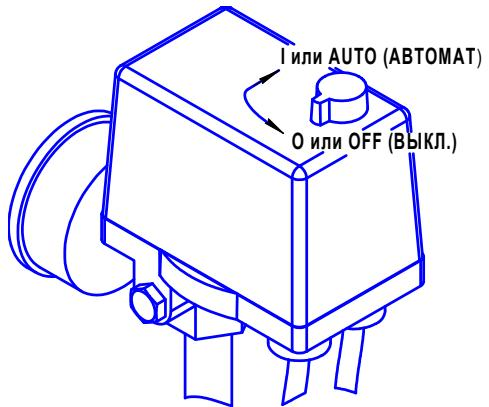

Рисунок 2
- 1 Проверьте, чтобы выключатель на прессостате находился в выключенном положении "OFF" или "O", в зависимости от исполнения (см. рисунок 2).
- 1 Выключить компрессор выключателем на прессостате. Для этого необходимо переключить выключатель в положение "OFF" или "O", в зависимости от исполнения (см. рисунок 2). После этого остановится электродвигатель и произойдет сброс давления из нагнетательного воздухопровода и поршневого блока.